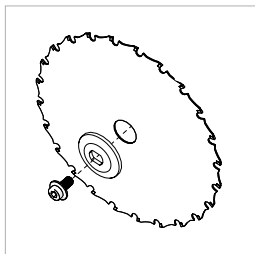

Fig. 20b
- Installare la flangia esterna della lama e il bullone flangiato. **(Fig. 20b)**